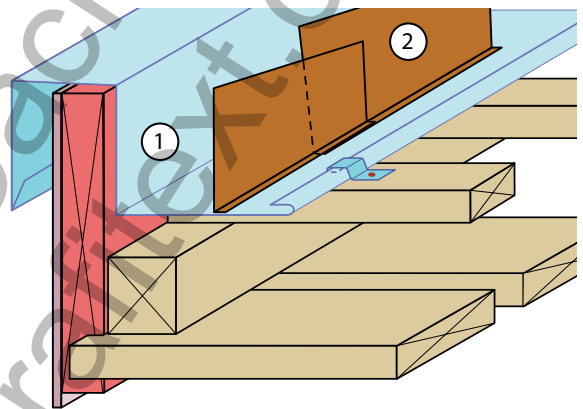

Abb. 3/709: Ort mit Blech (Beispiel); Einfaches Ortblech (1) mit aufgelöteten Anformlappen (2), bekleidetes Ortbrett (rot)
Abb. 3/710: Schnitt und Masse einfaches Ortblech (blau) mit Anformlappen (braun); Überstand  $\geq 30$  mm (1), Abkantung aussen  $\geq 50$  mm (2), Höhe  $\geq$  Deckmaterialoberkante (3), offener Bereich  $\geq 50$  mm (4), Deckmaterialüberdeckung 70 mm (5)